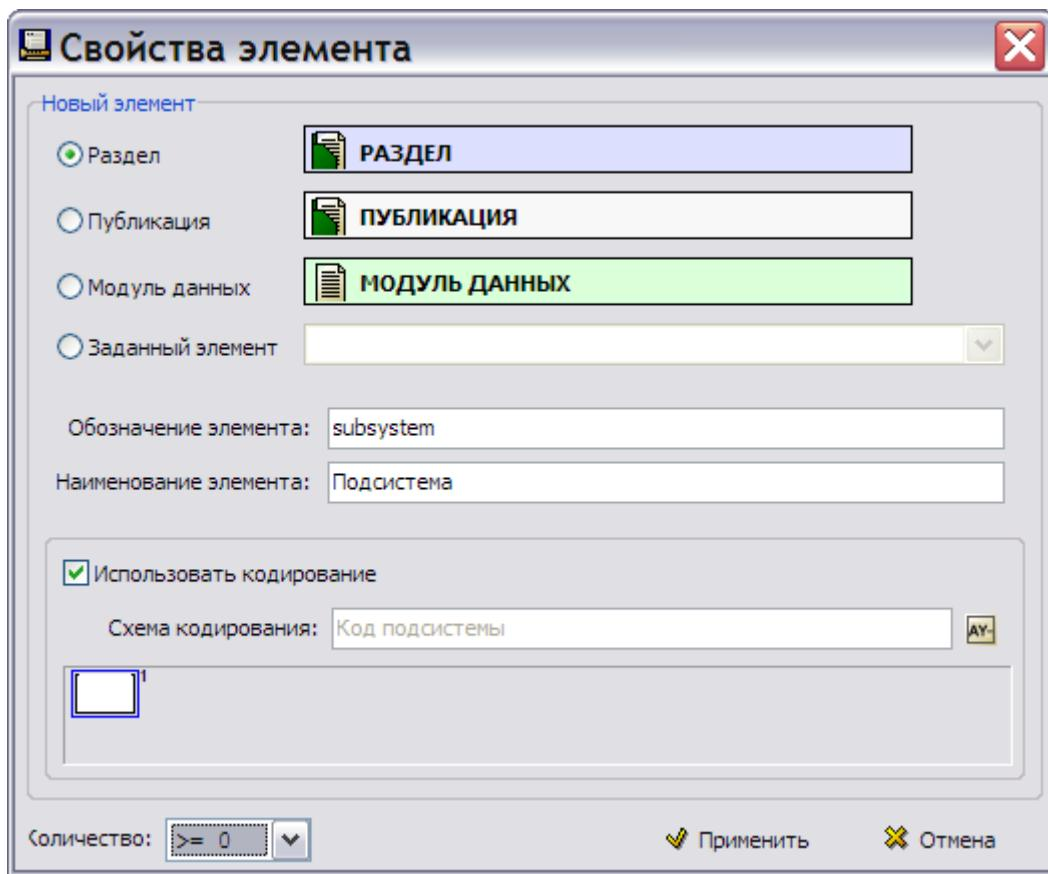
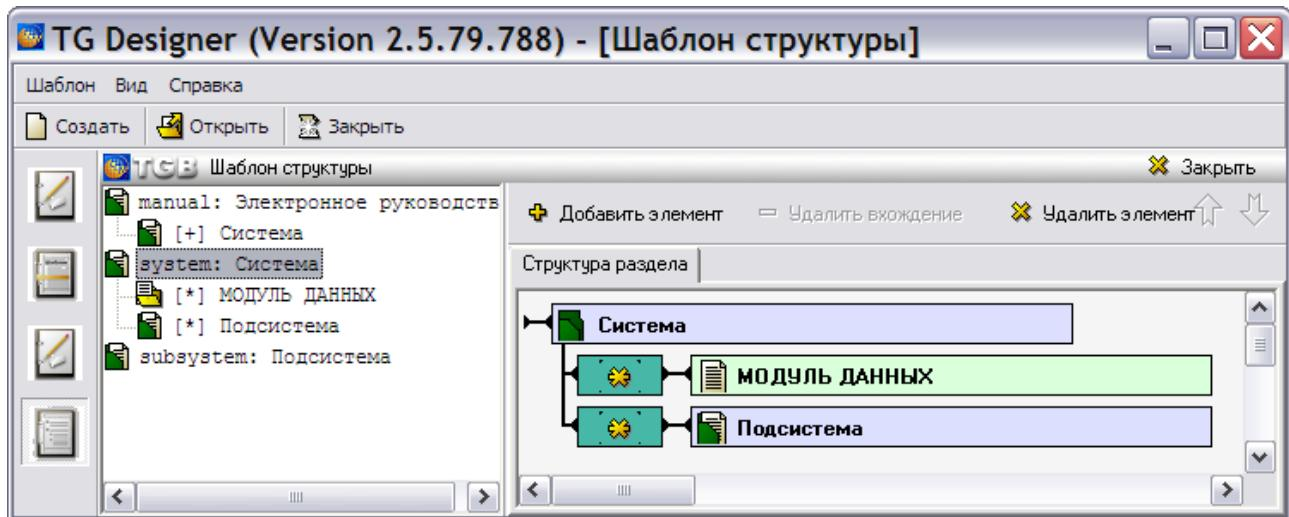

Рис. 4.13
Рис. 4.14
4. Введите обозначение элемента «`subsystem`». Обозначение должно состоять из латинских букв (Рис. 4.13).
10. В окне **Свойства элемента** нажмите на кнопку (Рис. 4.13). После этого произойдёт возврат в окно редактора **Шаблон структуры** (Рис. 4.14).
В левом окне, в дереве структуры отображается ветвление до второго подуровня, то есть, дерево разбито на блоки по два уровня. Структура, показанная на Рис. 4.14, представляет собой следующее:
В правом окне редактора показана структура текущего раздела – элемента **Система** (Рис. 4.14). Раздел становится текущим после его выделения в левом окне.